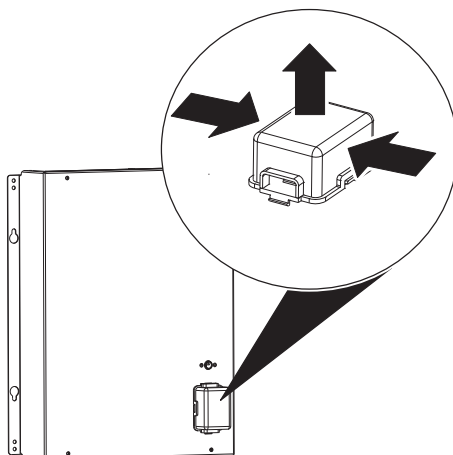

Abb. 47: Box öffnen und schließen
2. ➔ Drücken Sie den Deckel (Abb. 47) an den langen Seiten zusammen, um die schwarze Box (Abb. 47) zu öffnen, und nehmen Sie den Deckel (Abb. 47) ab.